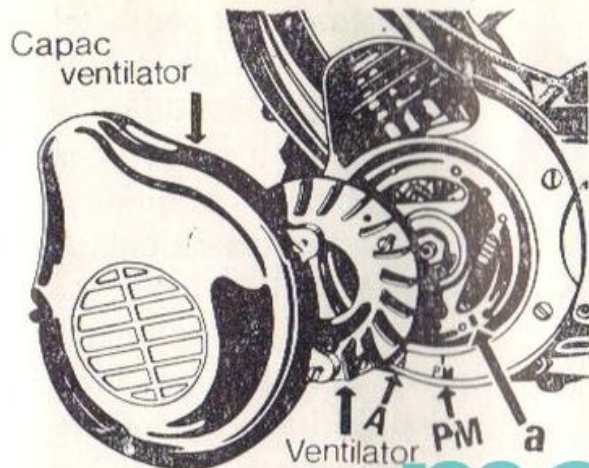

Fig. 24.
1. Demontați capacul ventilatorului și ventilatorul, apoi rotiți volantul magnetic până când semnul „a” de pe volant coincide cu semnul „P.M.” imprimat pe carter (fig. 24).